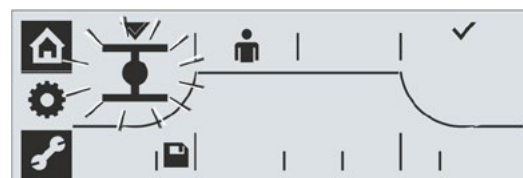

Fig. 11: Kør aktuatoren, indtil Gem-symbolet vises
15. Kør aktuatoren til den anden yderstillingsposition. Se betjeningstrin 9. Aktuatoren skal mindst køres, indtil Gem-symbolet  vises, se fig. 11.